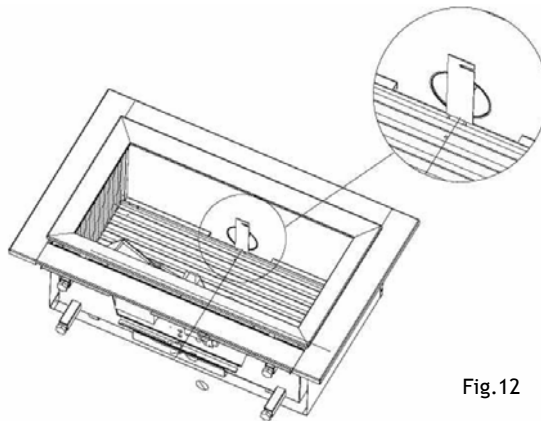

Fig.12
- 5) Plaats de juiste stuw in de verbrandingskamer (zie fig. 12). Voor de berekening hiervan zie hoofdstuk 4.